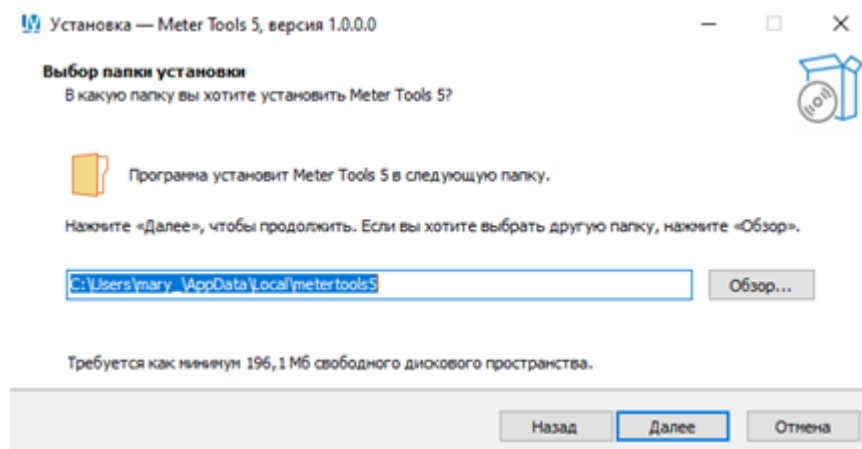

Рисунок 3 – Выбор папки для установки ПО
7. Выберите папку, в которую будет установлено ПО, пользуясь стандартными инструментами ОС Windows, см. рисунок 3.